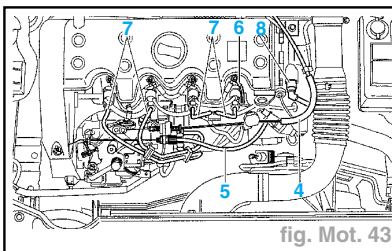

fig. Mot. 43
- Désaccoupler (fig. Mot. 43) :
- le câble d'accélérateur (4),
- le câble du ralenti accéléré (5),
- le fil (6) d'alimentation des bougies de préchauffage,
- les conduits (7) d'alimentation des injecteurs,
- le tuyau de dépression (8),